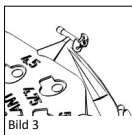

Bild 3
■ **Bild 3** Den tolk som valts ut till mätning skärs av med en mikrosax (REF 8000 172) och transporteras med en sugare eller annat mikrokirurgiskt instrument in i mellanörat.